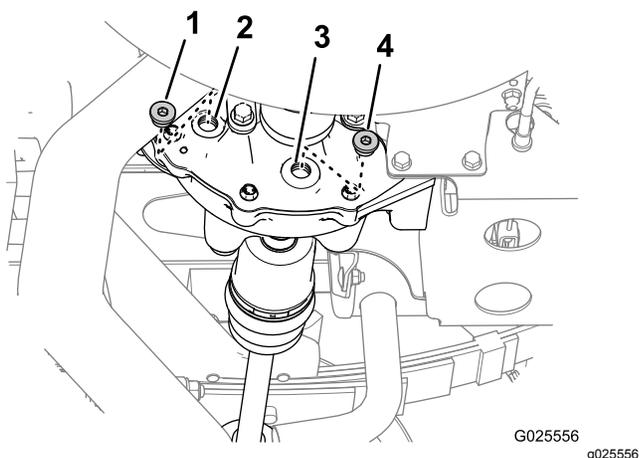

Рисунок 65
1. Подставьте под пробку сливного отверстия сливной поддон (Рисунок 65).
2. Снимите пробку заливного отверстия и пробку сливного отверстия дифференциала (Рисунок 65).
4. Установите пробку сливного отверстия в сливное отверстие (Рисунок 65) и затяните пробку с моментом 14–19 Н·м.
5. Залейте 550 мл масла указанного типа в заливное отверстие дифференциала (Рисунок 65).
6. Установите пробку заливного отверстия в заливное отверстие (Рисунок 65) и затяните пробку с моментом 14–19 Н·м.